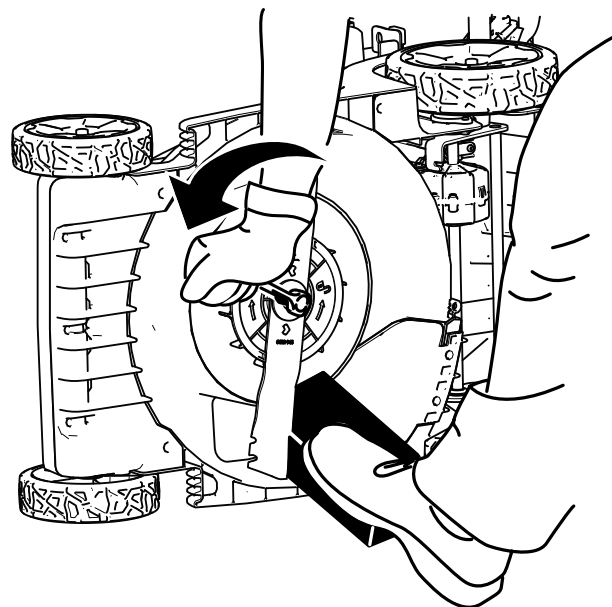

Figura 24
2. Folosii o bucată de lemn pentru a menine lama stabilă (Figura 24).
3. Îndepărtați urubul lamei, aiba i lama; păstrați aiba i urubul (Figura 24).